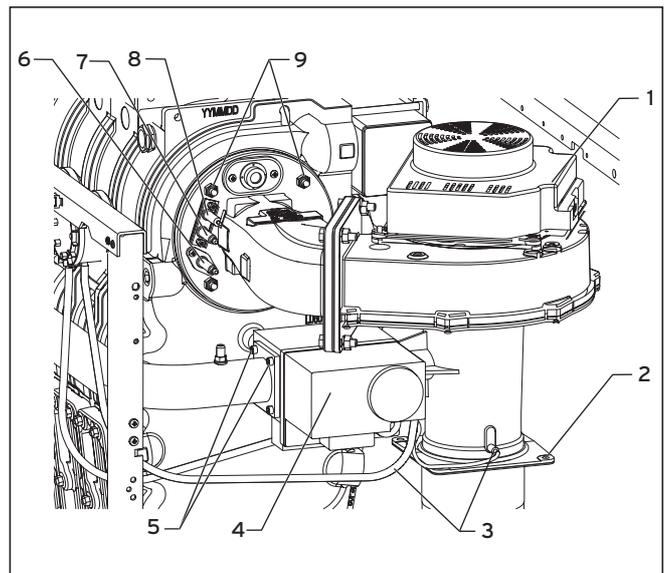

Abb. 8.6 Brenner ausbauen
- Lösen Sie die Anschlüsse an der Gasarmatur (**4**, Abb. 8.6) und am Gebläse (**1**, Abb. 8.6).
- Lösen Sie die Erdungsleitung (**8**, Abb. 8.6).
- Lösen Sie den Stecker an der Zündelektrode (**7**, Abb. 8.6) und an der Ionisations-/Überwachungselektrode (**6**, Abb. 8.6).
- Lösen Sie die Steuerschläuche (**3**, Abb. 8.6) am Gasventil und an der Venturi.
- Lösen Sie die vier Schrauben zwischen Venturi und Zuluftschalldämpfer bzw. HT-Rohr (**2**, Abb. 8.6).
- Lösen Sie die vier Schrauben M5 (**5**, Abb. 8.6) am Gasrohr (Gasfilter)/ Gasarmatur.
- Lösen Sie die vier Muttern M8 (**9**, Abb. 8.6) am Wärmetauscher.